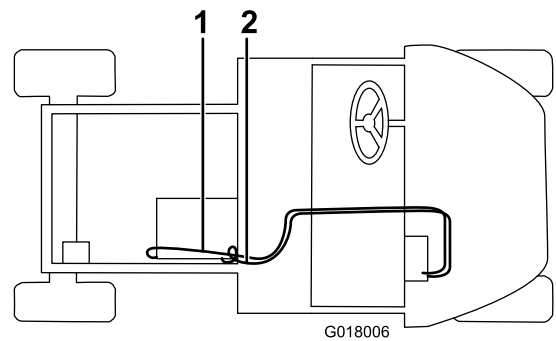

Bild 28
5. Schließen Sie den langen Schlauch mit einer Schlauchklemme am Heizungsventil an und verlegen Sie es durch das Loch im Sitzunterteil, durch das Loch im Ladepritschenrahmen und befestigen Sie ihn mit einer Schlauchklemme am geraden Anschlussstück (Bild 28). Schneiden Sie überschüssigen Schlauch ab.
6. Schließen Sie den kurzen Schlauch mit einer Schlauchklemme am weißen Füll-T-Stück an, verlegen Sie ihn durch die R-Klemme am Handschuhfach, durch das Loch im Sitzunterteil und schließen Sie dann das T-Anschlussstück mit einer Schlauchklemme am unteren Kühlerschlauch an (Bild 28). Schneiden Sie überschüssigen Schlauch ab.